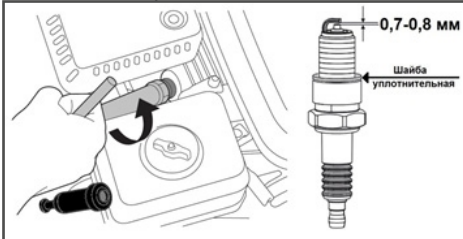

Рис. 29 Обслуживание свечи зажигания
- Снимите со свечи зажигания колпачок и удалите грязь вокруг свечи зажигания (Рис.29).
- Измерьте зазор между электродами свечи зажигания специальным щупом. Зазор должен быть $0,7-0,8$ мм (Рис.29). При увеличении, или уменьшении требуемого зазора, рекомендуется заменить свечу, так как регулировка зазора может привести к изменению качества искрообразования.